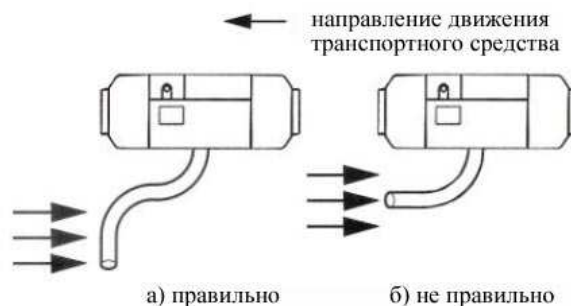

Рис. 20
4.6.4 Направление открытых концов труб не должно совпадать с направлением движения транспортного средства (Рис. 20) .